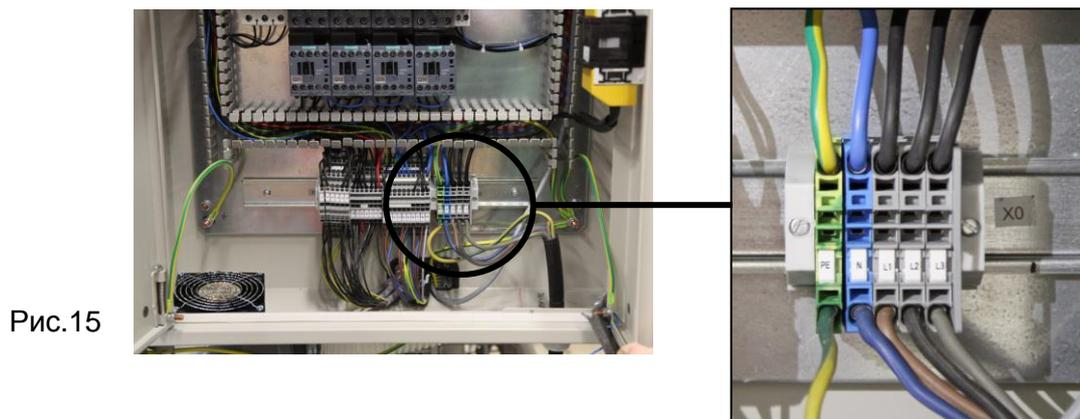

Рис.15
- Подключите провода шнура питания к клеммам питания L1, L2, L3, N/BU/, PE/GN/YE/ (рис. 15).